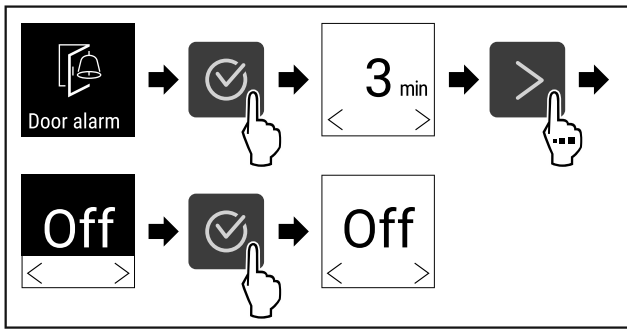

Fig. 44
- ▶ Изпълнете стъпките (виж Fig. 44) .